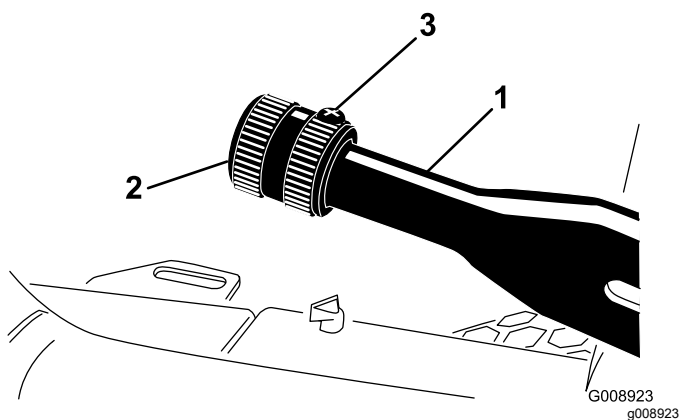

Figura 73
2. Afloje el tornillo de fijación que sujeta el pomo a la palanca del freno de estacionamiento (Figura 73).